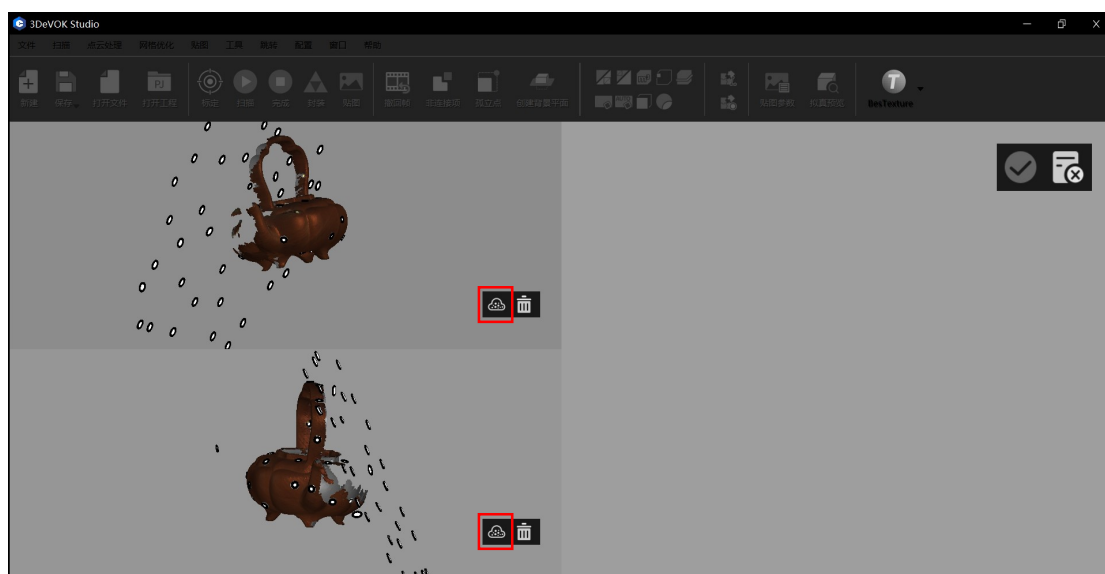

图 9-6 在标记点拼接中导入点云工程
3. 将点云工程 A 和点云工程 B 分别导入左侧的两个窗口中(点击红色框处的按钮导入)，如图 9-6 所示；